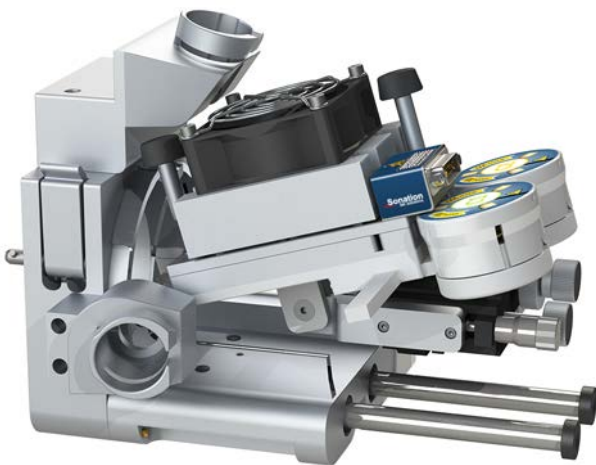

Abb. 13: Anschließen des Ofens an der Quelle
Setzen Sie die Montageschiene des Ofens auf den XYZ-Manipulator und befestigen Sie sie mit der mitgelieferten Schraube und Mutter wie in Abb. 13 gezeigt. Wenn der XYZ-Manipulator nicht an seinem Platz bleibt, liegt das am Gewicht des Ofens. Die Reibung des Manipulators kann mit der Einstellschraube reguliert werden ①. Erhöhen Sie also einfach die Reibung, bis der Ofen in seiner Position bleibt.